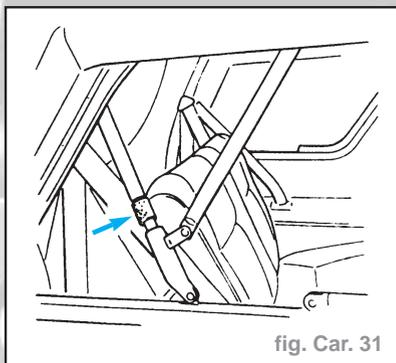

fig. Car. 31
- Régler la tension de la bâche - manchon moleté (flèche) - (fig. Car.31).